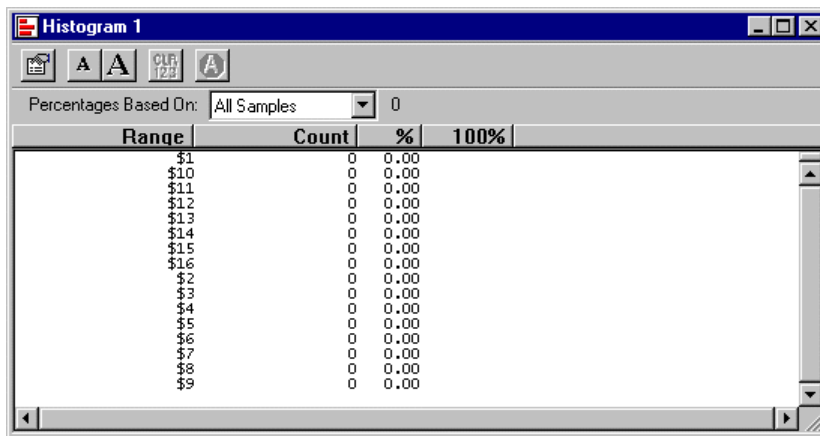

図 E-18：[Range]がシンボルで表示されたヒストグラム・ビュー
7. <OK>ボタンをクリックすると、図 E-18 のようにヒストグラム・ビューの[Range]がシンボルで表示されます。